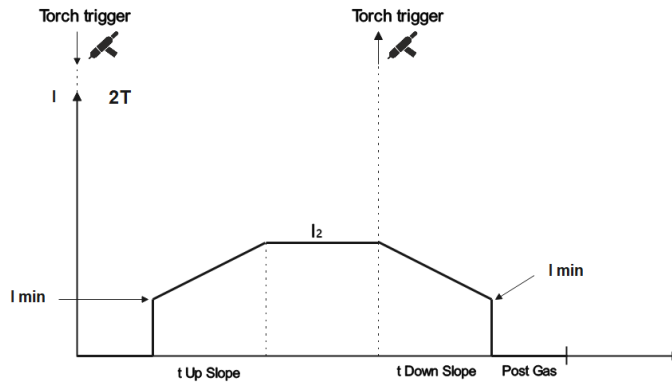

Fig 11.
* 2T – Le gaz commence à s'écouler selon le temps réglé lorsque l'on appuie sur la gâchette de la torche (Torch trigger), et l'arc est établi par LIFTIG (voir Fig.11). Le courant augmente en fonction du temps de UPSLOPE jusqu'à la valeur I2. Lorsque la gâchette de la torche est relâchée, le courant diminue en fonction de la valeur du courant de DOWNSLOPE. L'arc s'éteint et le temps de POST GAS commence.
** 4T – Le gaz commence à s'écouler selon le temps réglé lorsque l'on appuie sur la gâchette de la torche (Torch trigger). Lorsque la gâchette de la torche est relâchée, l'arc s'établit automatiquement par LIFTIG (voir Fig. 11). Le courant augmente en fonction du temps de UPSLOPE jusqu'à la valeur I2. Lorsque la gâchette de la torche est enfoncée et relâchée, le courant diminue en fonction de temps de DOWNSLOPE. L'arc s'éteint et le temps de POST GAS commence.